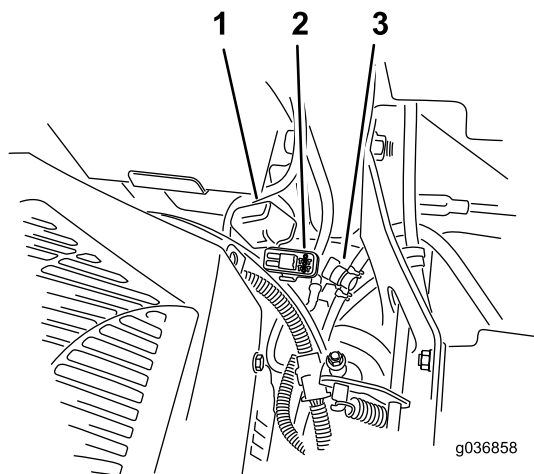

Bild 57
Die Sicherungen befinden Sie rechts am Armaturenbrett neben dem Sitz (Bild 57).
- Setzen Sie eine neue Sicherung ein (Bild 57).